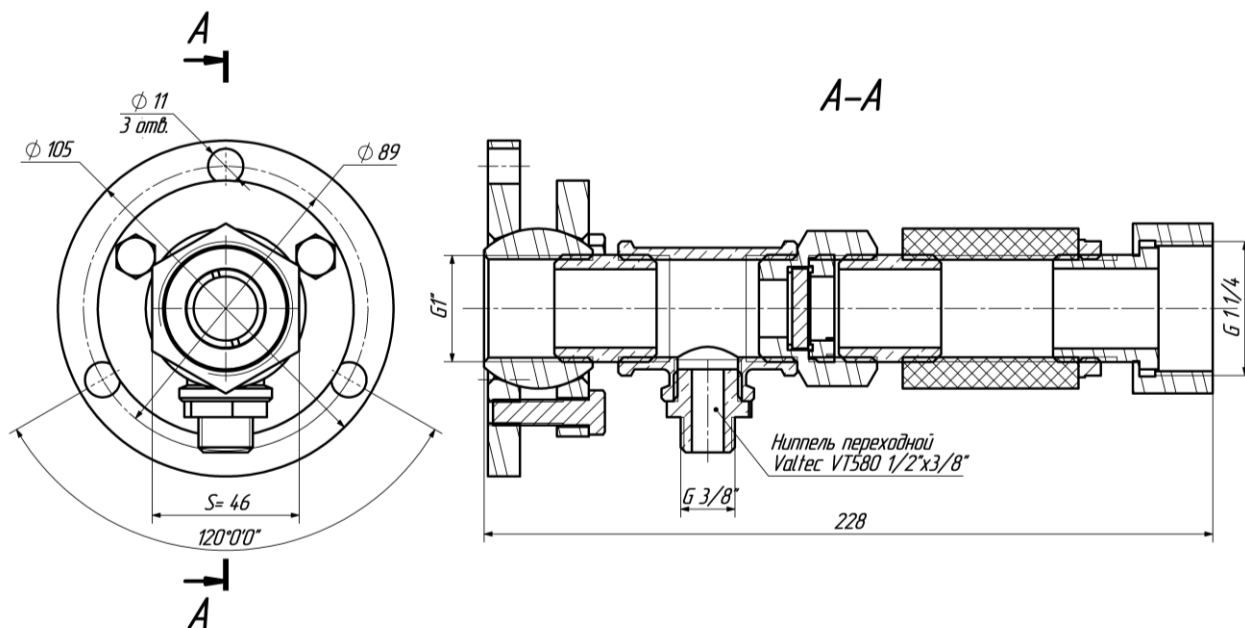
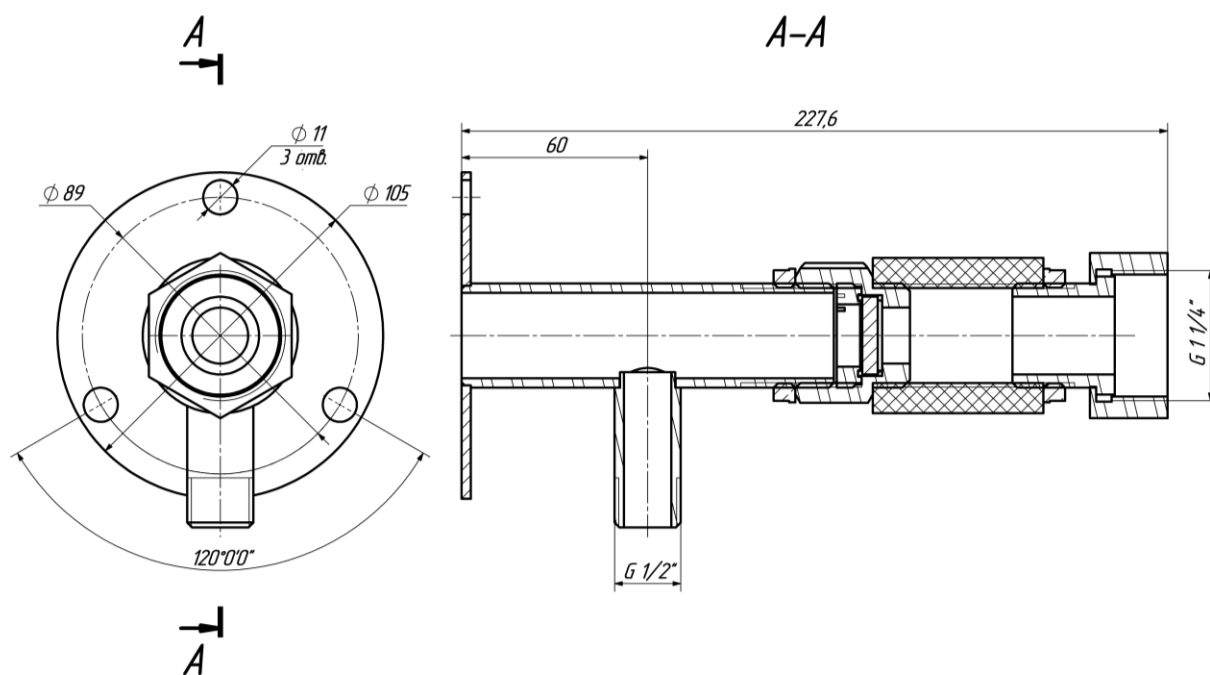
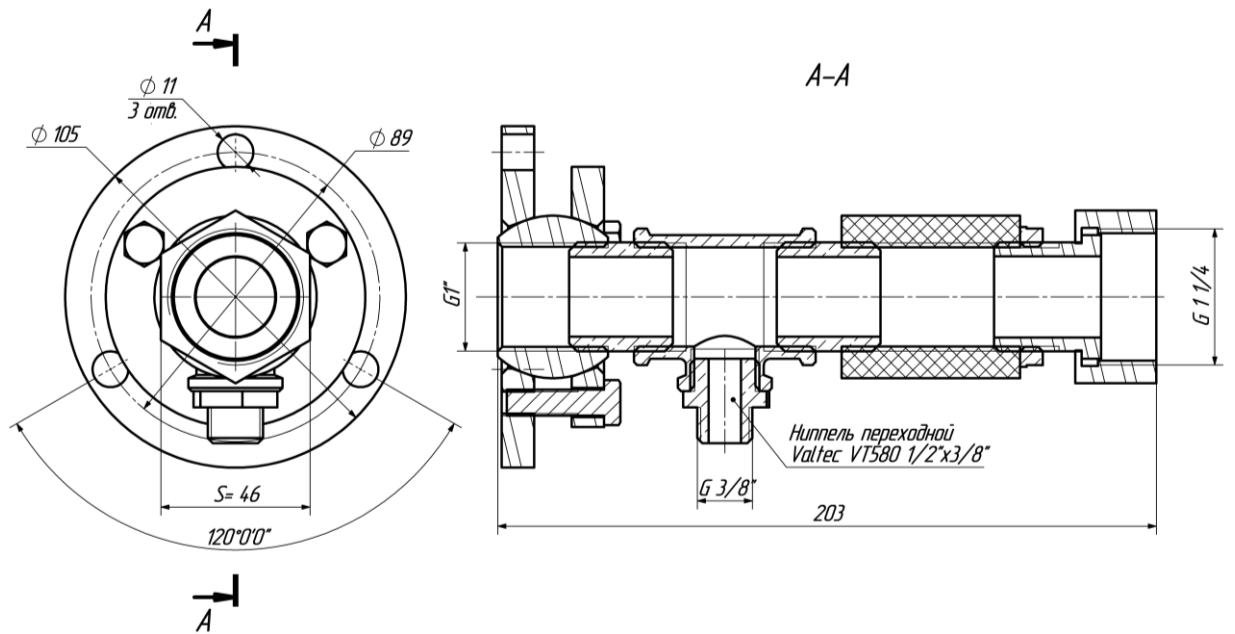
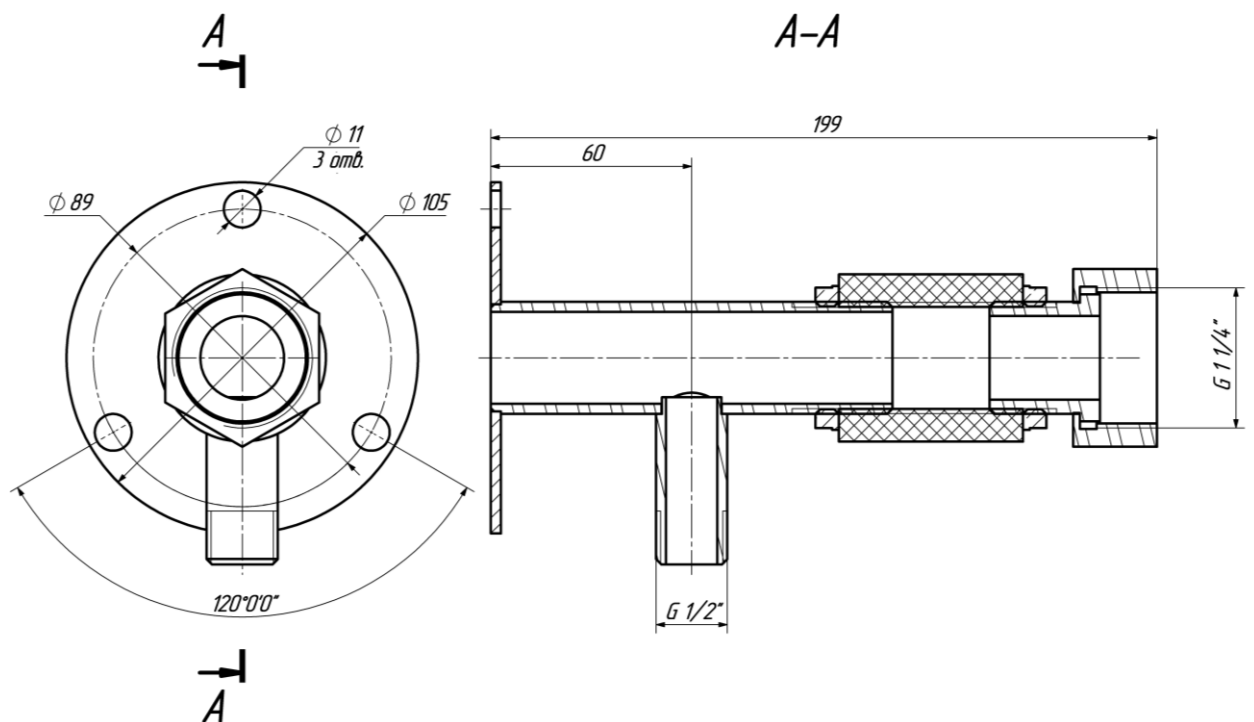

Рис.3. Монтажный узел CE-07-05-P с юстировкой.
Рис.4. Монтажный узел CE-07-06-P.
Рис.5. Монтажный узел CE-07-05 с юстировкой.
Рис.6. Монтажный узел CE-07-06.
8.1.2. Механическое крепление на объекте возможно на любой плоскости монтажным узлом с обдувом воздухом (рис.3, рис.4, рис.5 и рис.6).